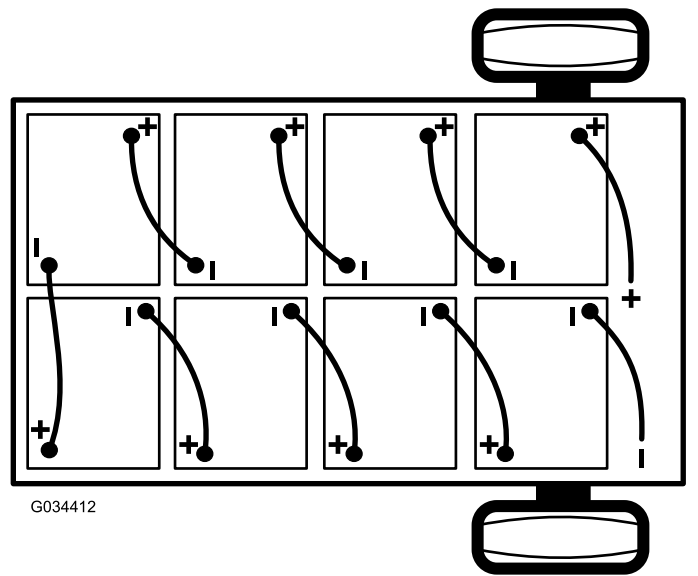

Figura 40
2. Scollegate il cavo negativo principale della batteria (nero) che collega la serie di batterie al punto di messa a terra della macchina (Figura 40).
3. Scollegate il cavo positivo principale della batteria (rosso) che collega la serie di batterie al contactore principale della macchina (Figura 40).
- Nota:** Prestate attenzione alla polarità delle batterie quando montate le batterie nuove (Figura 40).
6. Collegate le batterie come mostrato in Figura 40 con i cavi interconnessi alle batterie rimossi al punto 1.
2. Collegate il cavo positivo principale (rosso) della batteria tra la serie di batterie e la macchina (Figura 40).
- Collegate il cavo negativo principale (nero) della batteria tra la serie di batterie e la macchina (Figura 40).